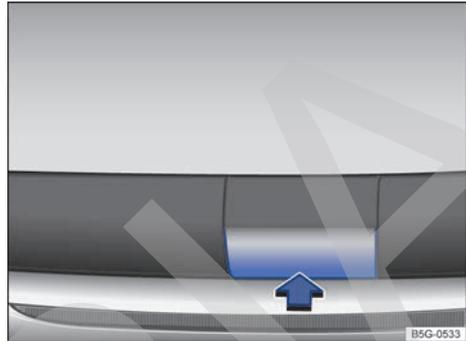

Fig. 190 En el lado derecho del paragolpes trasero: retirar la tapa.
- Presione sobre la zona inferior de la tapa → **fig. 190** en el sentido de la flecha para desencastrar la tapa.